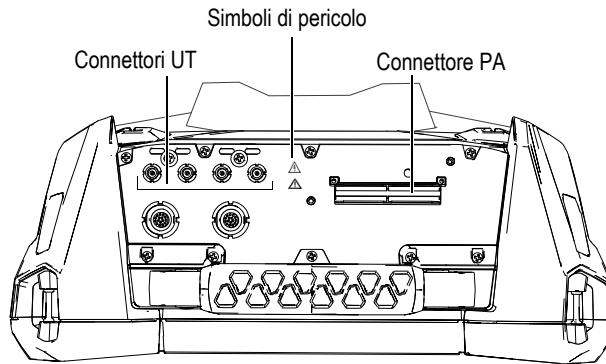

Figura 5-1 Connettori di acquisizione
- Evitare di toccare il conduttore interno dei connettori LEMO per ridurre il rischio di scosse elettriche. Il conduttore interno dei connettori UT può trasmettere fino a 350 V, mentre il connettore PA può trasmettere fino a 120 V. Il simboli di pericolo accanto ai connettori LEMO segnalano il rischio di scosse elettriche (Figura 5-1 a pagina 66).